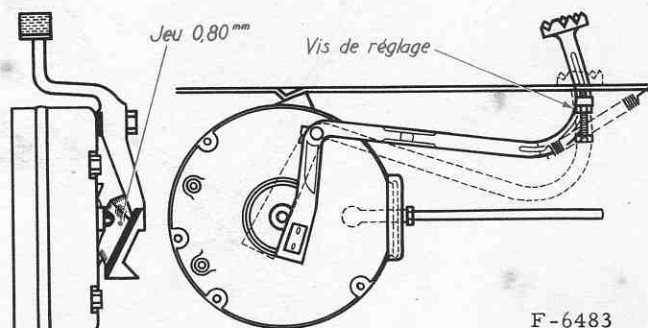

Fig. 44. — Jeu et réglage de la pédale de blocage du différentiel
- Desserrez le contre-écrou de la vis de réglage (fig. 44).